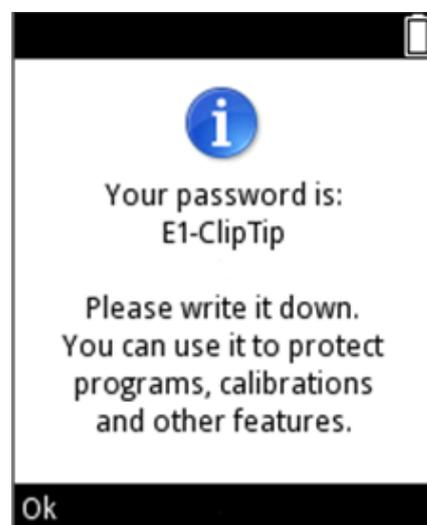

图 D48.
5. 屏幕上显示确认密码的信息文本 (图 D48)。按下  (Ok (确认))。